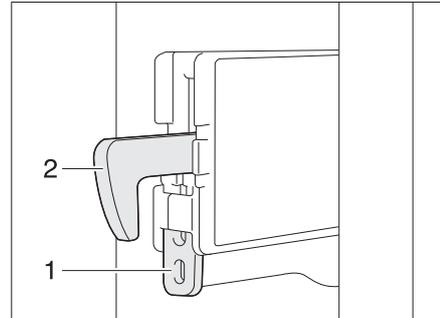

Bild 276 Fixierung Verriegelungshaken
**Verriegelungshaken fixieren:** ■ Die Fixierung (Bild 276,1) nach oben drücken. Der Verriegelungshaken (Bild 276,2) wird nach oben gedrückt und ist außer Funktion.
**Verriegelungshaken lösen:** ■ Den Verriegelungshaken (Bild 276,2) nach unten drücken. Der Verriegelungshaken ist wieder in Funktion.